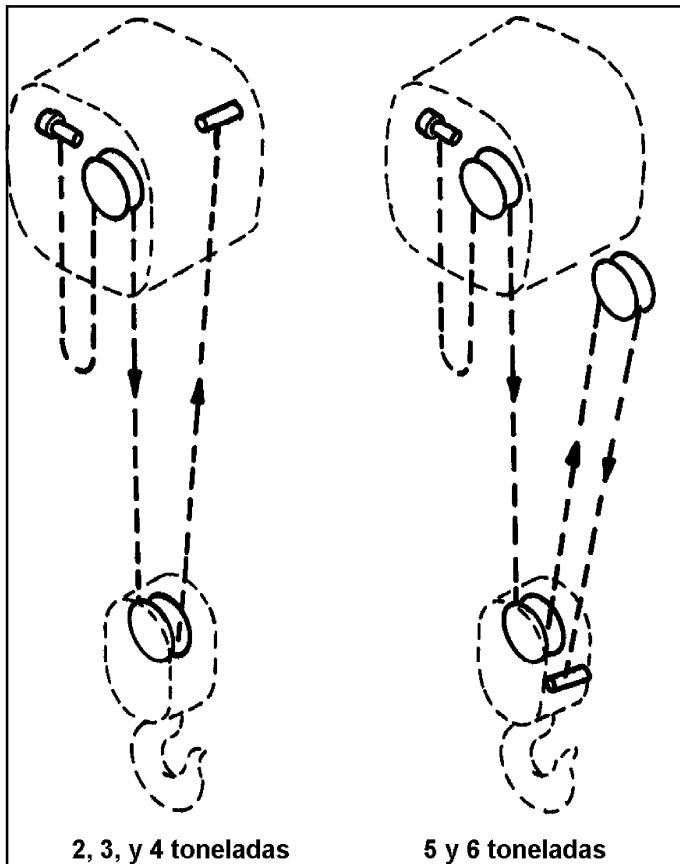

Figura 7-9. Enhebrado para los modelos de 2 a 6 toneladas
- c. En los modelos de 2, y de 3 a 6 toneladas de dos caídas, enhebre el polipasto según la Figura 7-9. Asegúrese de que la cadena no esté doblada.